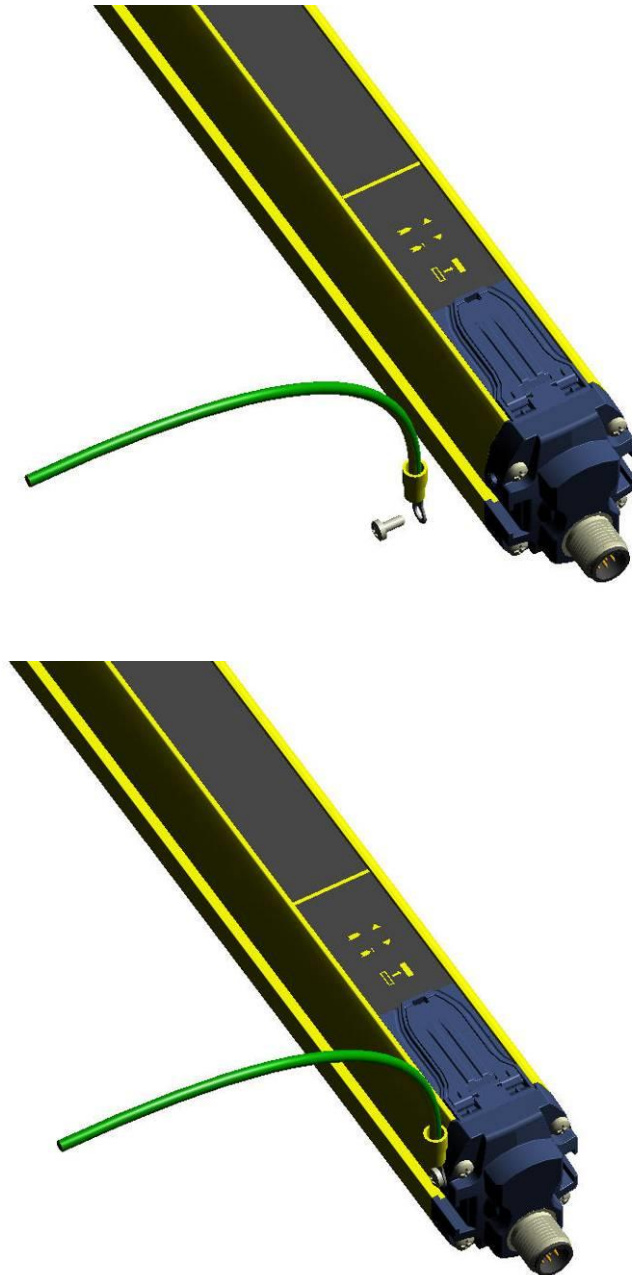

Abb. 13
- Die Erdung der beiden Einheiten hängt von der Schutzklasse ab, die gewährleistet werden soll (*für weitere Informationen verweisen wir auf das Kap. 9 „Technische Daten“*). Falls gewünscht, kann dieser Anschluss auch über mit Schraube aus dem Lieferumfang vorgenommen werden, die dazu in die entsprechende Gewindebohrung in der Verschlusskappe (*siehe Abb. 13*) eingefügt werden muss.